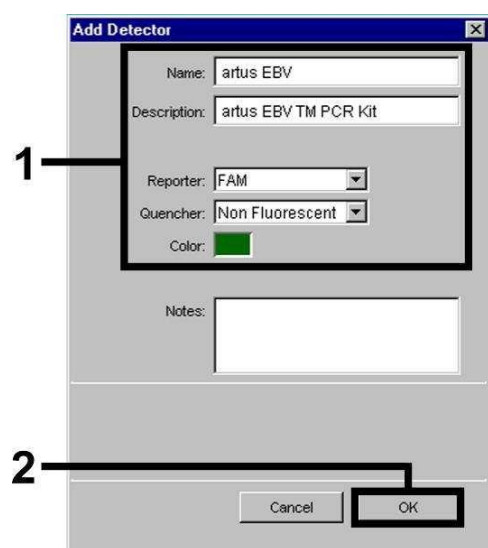
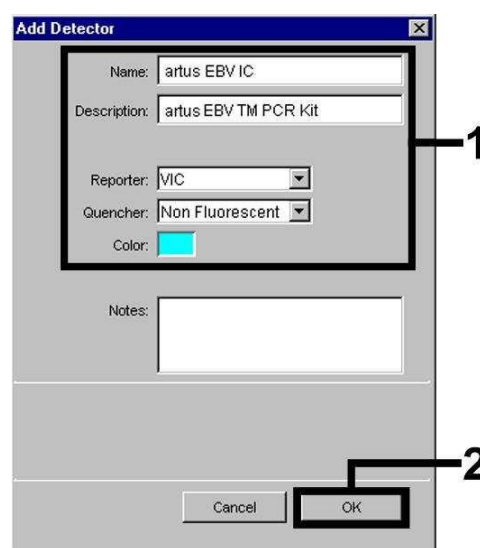
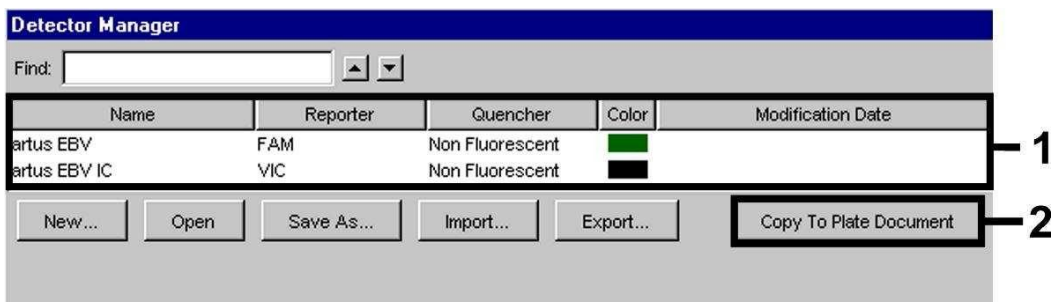

Fig. 17 : Création du détecteur spécifique à l'EBV (*DetectorManager*).
Fig. 18 : Création du détecteur spécifique au *Contrôle interne* (*Detector Manager*).
Fig. 19 : Sélection des détecteurs (*Detector Manager*).
Dans la fenêtre apparaissant à présent, choisir (conformément aux Fig. 17 et Fig. 18) la combinaison rapporteur/quencher **FAM/Non Fluorescent** pour détecter l'ADN d'EBV. Pour détecter le *ContrÔle interne*, sélectionner la combinaison **VIC/Non Fluorescent**. En confirmant la saisie (OK), un retour est effectué au *Detector Manager*. Sélectionner les détecteurs venant d'être créés et transférer chaque sélection vers l'onglet *Setup*, en cliquant sur l'option *Copy to Plate Document* (voir Fig. 19). Fermer la fenêtre (*Done*).